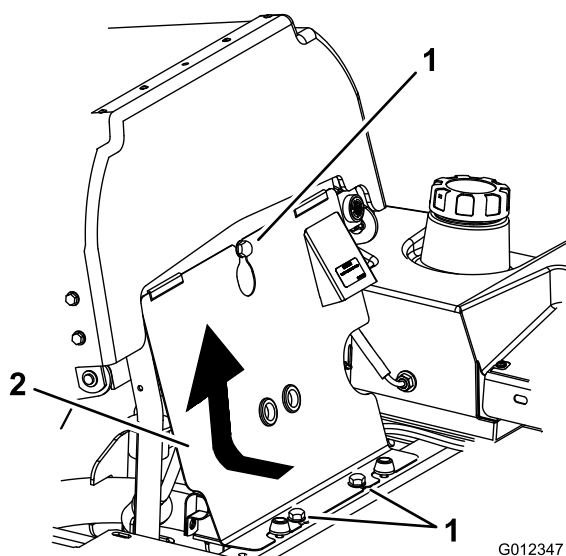

Figure 37
1. Basculez le siège en avant, desserrez les boulons et de fixation du panneau avant du moteur et déposez le panneau (Figure 37).